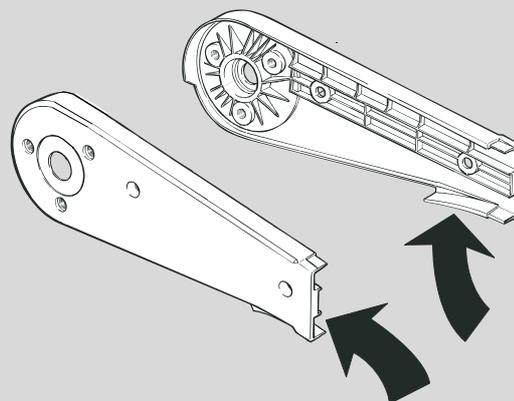

Figura 2. Guide della catena inserite nelle estremità.
- Guide inserite nelle estremità delle unità di traino (Figura 2).